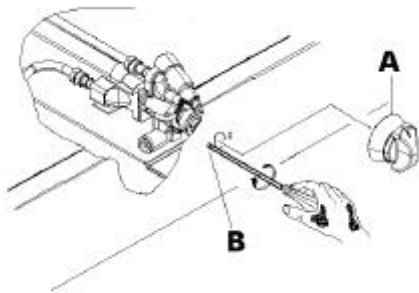

fig. 9
- togliere la manopola A (fig. 9);
- indepartati butonul A (fig. 9);
- Agire con cacciavite ad intaglio (fig. 9) sulla vite by-pass. È sufficiente svitare il by-pass per regolare il minimo passando dal gas liquido a gas metano.
- Utilizzati o surubelnita plata (fig. 9) pentru a regla surubul de by-pass. Desurubati mecanismul de by-pass pentru a regla pozitia minima atunci cand este schimbat tipul de gaz, de la gaz lichid la gaz metan.